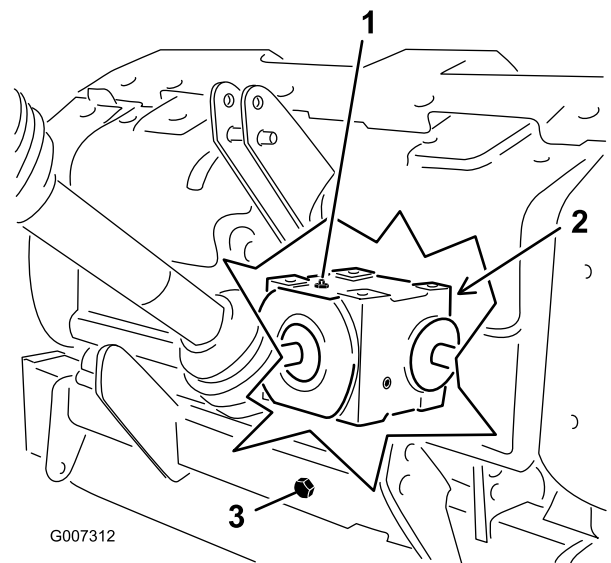

Figure 31
2. Enlevez le bouchon de contrôle du boîtier d'engrenages (Figure 31).
3. Vérifiez que le niveau d'huile atteint le bas de l'orifice du bouchon de contrôle dans le boîtier d'engrenages (Figure 31).
- Nettoyez le bouchon de remplissage et le bouchon de vidange pour éviter la contamination (Figure 31).